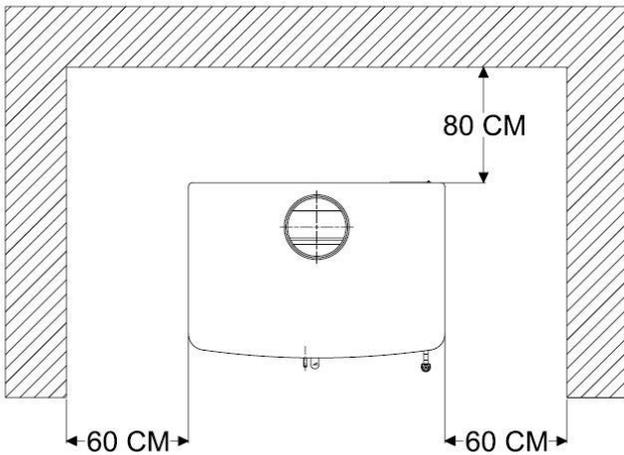

FIG. 6 – DISTANCES DE SÉCURITÉ
- Lorsque vous installerez le poêle, tenez compte des distances de sécurité nécessaires du foyer et de la cheminée par rapport aux surfaces combustibles (parois de bois ou tapissées, sol en bois, etc.) Ces mêmes distances doivent être respectées lorsque le revêtement des parois ou des zones proches est susceptible de détérioration ou de déformation sous l'effet de la température (vernis, peintures, PVC, etc.). Fig. 6